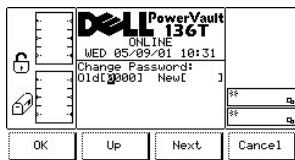

図 82. Setup > Utils > Secure > Change Password ダイアログ
- 1 OK ソフトキーの下にあるボタンを押すと、古いパスワードと新しいパスワードが入力されます。図 82 を参照してください。